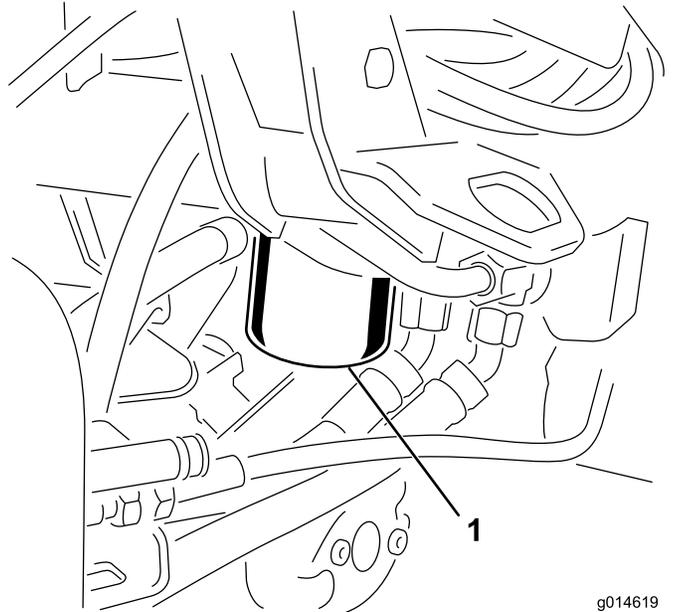

图50
1. 清洁过滤器安装区周围的区域图50。在过滤器下面放置一个放油盘并拆下过滤器。